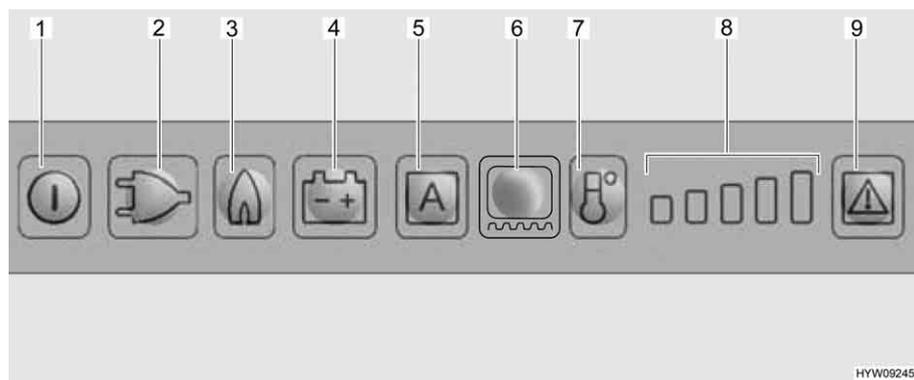

Fig. 182 Quadro comandi LED (frigorifero Dometic)
Selezionando il funzionamento a gas, il dispositivo di sicurezza si apre automaticamente, così che il gas possa fluire al bruciatore. Contemporaneamente si inserisce l'accenditore elettronico. Se la fiamma del gas si spegne, ad es. a causa di un colpo di vento, l'accenditore viene subito azionato riaccendendo il gas. In caso di guasto del funzionamento a gas, i tasti luminosi relativi a gas (Fig. 182,3) e guasto (Fig. 182,9) lampeggiano e viene emesso un segnale acustico per 20 secondi.
- Premere il tasto On/Off (Fig. 182,1) per circa 2 secondi. Il frigorifero si accende e viene visualizzato l'ultima modalità di funzionamento selezionata.
- Premere il tasto luminoso per il tipo di funzionamento desiderato (Fig. 182,2 - 4) o la modalità automatica "AES" (Fig. 182,5) (solo per versione AES).
- Regolare la temperatura di refrigerazione con il tasto di del livello di refrigerazione (Fig. 182,7). L'indicazione del livello di refrigerazione (Fig. 182,8) mostra la regolazione sul termostato.
- Premere il tasto On/Off (Fig. 182,1) per circa 2 secondi.
Dopo l'accensione il frigorifero seleziona automaticamente la regolazione intermedia del termostato. Questa regolazione può essere modificata manualmente tramite il tasto del livello di refrigerazione (Fig. 182,7). Ci vogliono alcune ore prima che il frigorifero raggiunga la temperatura normale di esercizio. Quando si commuta a un'altra modalità di funzionamento, la regolazione sul termostato viene mantenuta.
- Accendere il riscaldamento del telaio per 2 ore: Premere una volta il tasto luminoso per il riscaldamento del telaio (Fig. 182,6). Sull'indicazione del livello di refrigerazione (Fig. 182,8) si accende una barra.
- Accendere il riscaldamento del telaio per 5 ore: Premere due volte il tasto luminoso per il riscaldamento del telaio (Fig. 182,6). Sull'indicazione del livello di refrigerazione (Fig. 182,8) si accendono due barre.
- Regolazione del riscaldamento del telaio ad esercizio continuo: Premere tre volte il tasto luminoso per il riscaldamento del telaio (Fig. 182,6). Sull'indicazione del livello di refrigerazione (Fig. 182,8) si accendono tre barre.
L'indicazione del livello di refrigerazione (Fig. 182,8) indica per alcuni secondi la durata di esercizio del riscaldamento del telaio.
In caso di guasto, il tasto luminoso Guasto (Fig. 182,9) lampeggia. Lampeggia inoltre uno dei tasti luminosi della modalità di funzionamento o l'indicazione del livello di refrigerazione. Viene emesso anche un segnale acustico. Per le note sulla visualizzazione degli errori e la loro eliminazione, vedi capitolo 14.
- ▷ Dopo aver eliminato un guasto del funzionamento a gas, premere il tasto luminoso Reset (Fig. 182,9).